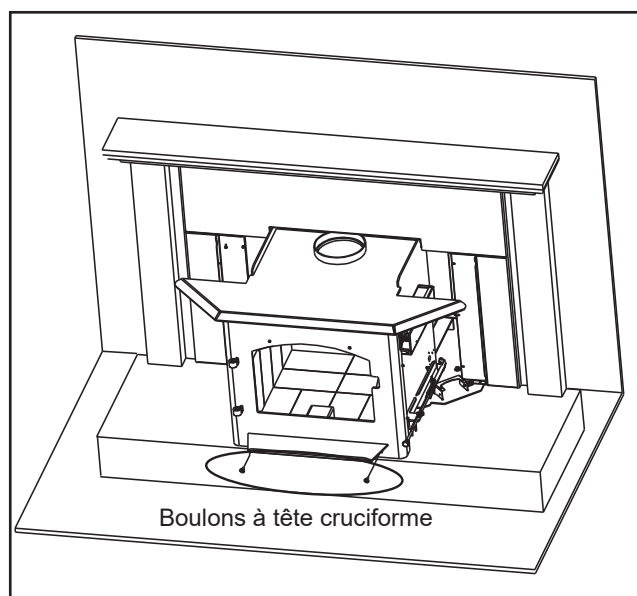

Figure 21.1
1. Glissez l'appareil dans la coque extérieure. Fixez avec les boulons à tête cruciforme retirés précédemment du dessous du collecteur de cendres. **Figure 21.1.**